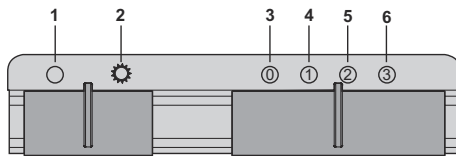

Fig. 15
- 1.** ➤ Släck belysning (Fig. 15).
- 2.** ➤ Tänd belysning (Fig. 15).
- 3.** ➤ Stäng av motor (Fig. 15).
- 4.** ➤ Motorhastighet 1 (Fig. 15).
- 5.** ➤ Motorhastighet 2 (Fig. 15).
- 6.** ➤ Motorhastighet 3 (Fig. 15).